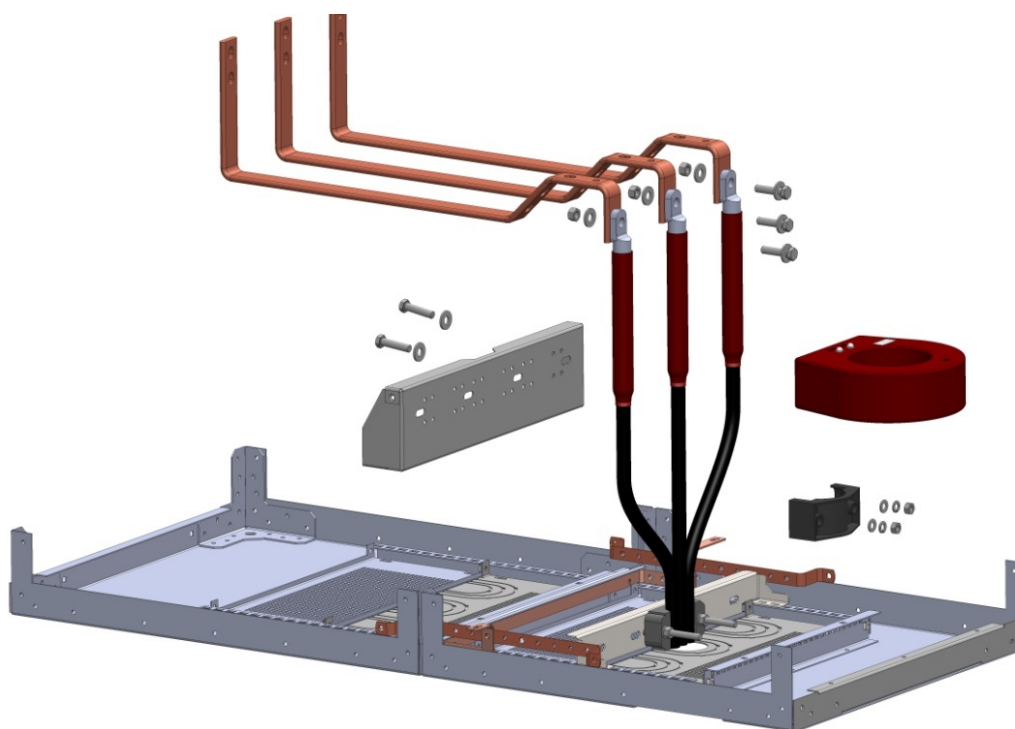

Рис. 31. Способ крепления элементов в отсеке кабельных присоединений
- установить снятые элементы на штатные места согласно рис. 31;